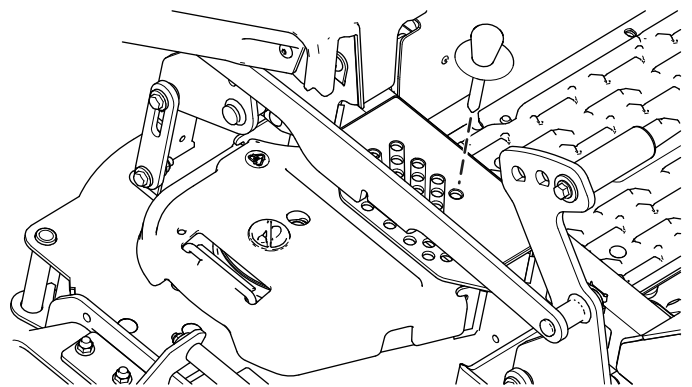

Figura 27
2. Inserte el pasador de selección de altura de corte en la posición de altura de corte de 127 mm del soporte (Figura 27).